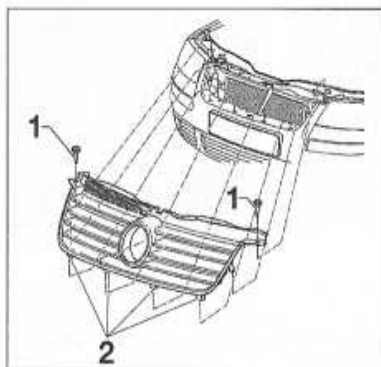

FIGURE 11-2
- Déposer les vis de fixation (1).
- Tirer la calandre vers le haut hors des clips (2) (figure 11-2).